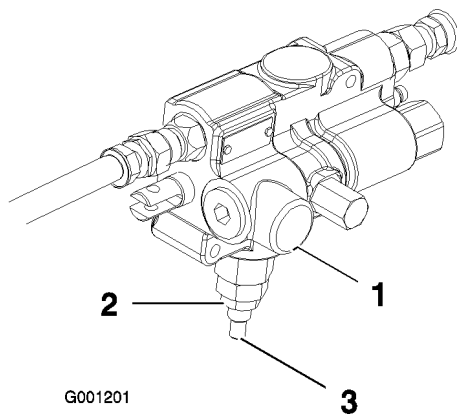

Figura 13
4. Desaperte a porca de bloqueio na parte inferior da válvula de elevação (Figura 13). A válvula de elevação está localizada no lado direito da máquina.